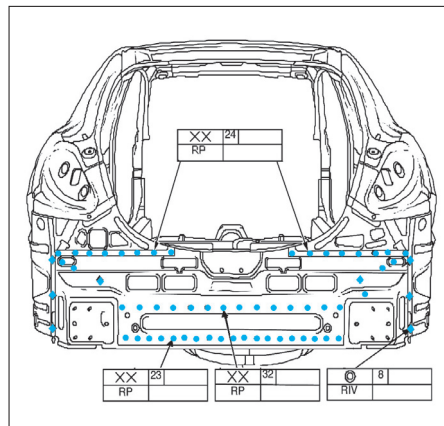

FIG. 101
- Adapter le panneau intérieur arrière puis percer les trous de fixation pour les rivets (**fig. 101**).
- Riveter puis souder par point le panneau arrière (**fig. 101**).